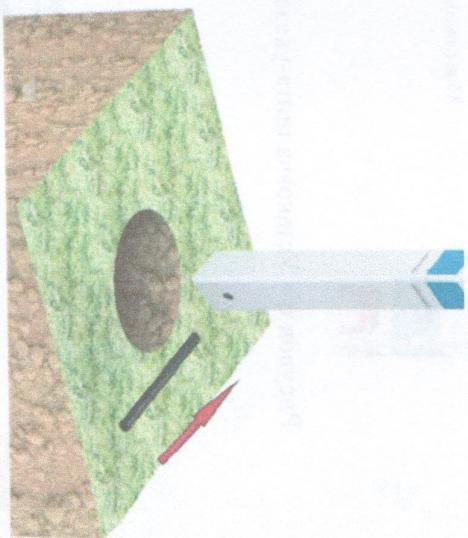

Рисунок 6 – Установка анкерного устройства.
- 9.2.1 Установить анкерное устройство в нижней части стойки, опустить изделие в шурф на глубину 700 мм, засыпать грунтом и утрамбовать (рисунок 6).
- 9.2.2 После установки изделия в грунт необходимо закрепить информационную табличку на стойке. Для этого необходимо совместить монтажные отверстия на информационной стойке с отверстиями на щите-указателе и закрепить последний с помощью заклепок (рисунок 6, 7).